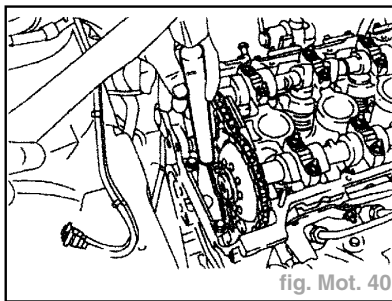

fig. Mot. 40
- Déverrouiller le poussoir hydraulique de tendeur de chaîne par un léger coup avec un mandrin en talon sur le tendeur de chaîne (fig. Mot. 40).